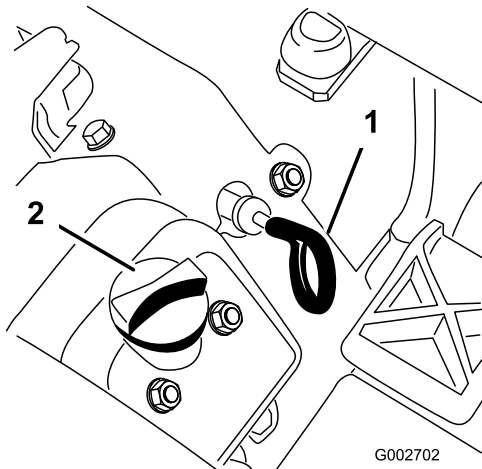

Figura 14
3. Saque la varilla (Figura 14) y límpiela con un paño limpio.